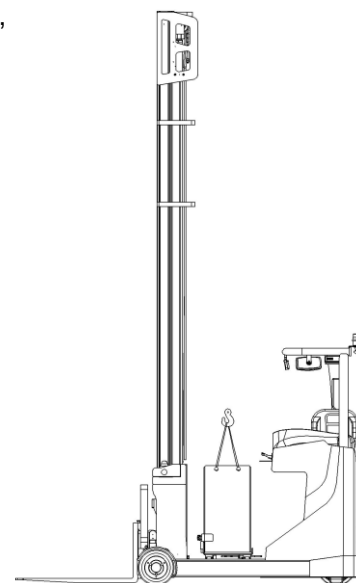

Fig. 11: substituição da bateria
Após iniciar a empilhadeira girando a chave para a posição "ON" e pressionando o botão de início, primeiramente, pise no pedal de segurança (4) e coloque a mão na área de operação (Fig.11). Coloque o interruptor na direção para a frente ou para trás (Fig.11), e há uma seta que significa para a frente ou para trás no indicador, basta tocá-la. Controle a velocidade de deslocamento movendo o pedal do acelerador (2) cuidadosamente, até atingir a velocidade desejada. A velocidade será mais lenta se você soltar o pedal do acelerador, controle a velocidade para garantir a segurança. Se necessitar de uma desaceleração acentuada, solte o pedal de segurança (4) ou pise no pedal de frenagem (3). Se o equipamento parar, o freio de estacionamento será engatado.